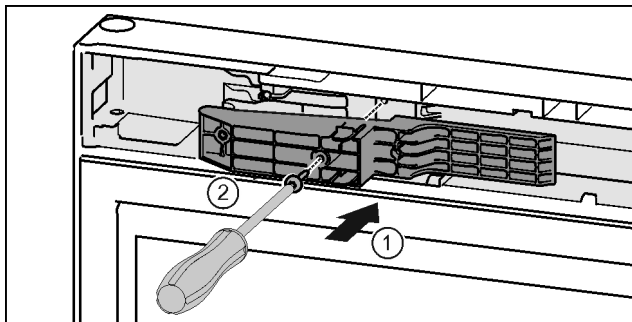

Fig. 48 *
- ▶ Adaptér na straně madla vložte do vybrání. Fig. 48 (1)*
- ▶ Šroubovákem T15 pevně utáhněte šrouby. Fig. 48 (2)*